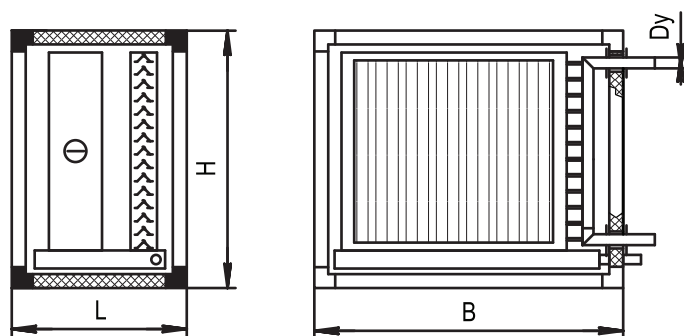

Рис. 124. Блок теплоутилизатора с промежуточным теплоносителем для вытяжной системы(при одноэтажном – раздельном - расположении)
Блок теплоутилизатора с промежуточным теплоносителем для вытяжной системы (при одноэтажном – раздельном - расположении) состоит из корпуса, собственно теплоутилизатора, каплеуловителя и поддона. Габаритные размеры и масса блока приведены на рис.124 и в табл.52.
* Ду (см.рис.124) определяется в зависимости от характеристик воздухоохладителя (количество рядов, ходов). Приводится в результатах подбора.